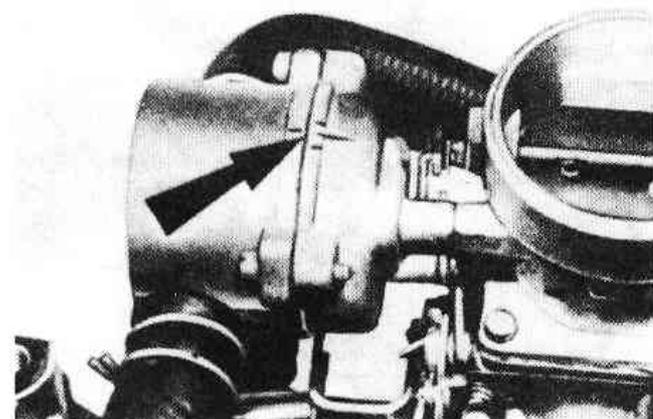

Рис. 3.27. Установочные метки (Разд. 23)
11. Поверните крышку до совпадения меток и затяните три винта (Рис. 3.27).